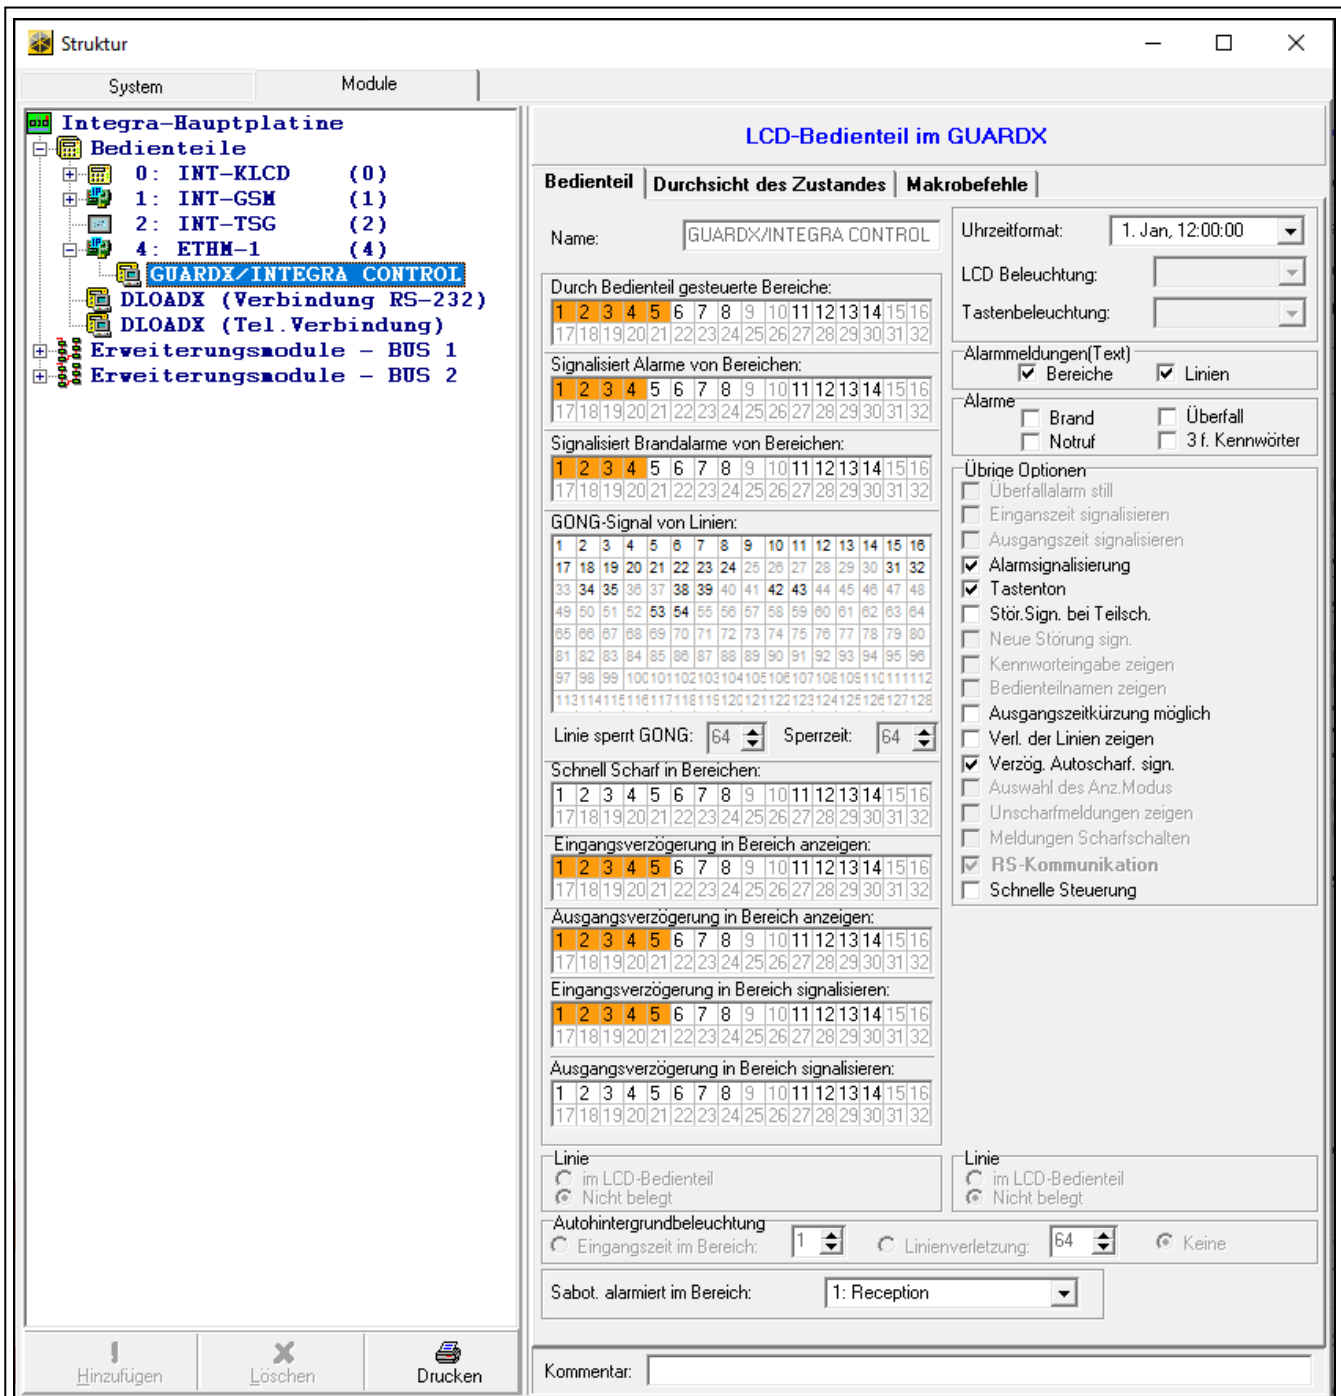

Abb. 10. Programm DLOADX: Parameter und Optionen des virtuellen Bedienteils, das im Programm GUARDX, Webbrowser oder Mobilgerät verfügbar ist.
- Über das Programm DLOADX: →Fenster „Struktur“ →Registerkarte „Module“ →Zweig „Bedienteile“ →Zweig „GUARDX/INTEGRA CONTROL“ (Abb. 10).